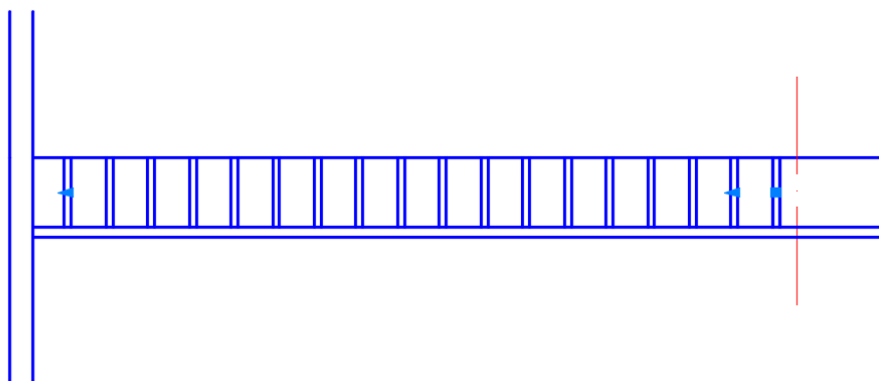

Рис. 96. Копирование отверстия опорной решетки
4.3. Выделить вертикальные отрезки границы отверстия и скопировать их с помощью команды **Редактирование** → **Прямоугольный массив**. Последовательно выполнить действия: *Ассоциативность* – *Нет*, количество строк – 1, количество столбцов – 18, расстояние между столбцами – -60 (см. рис. 96).